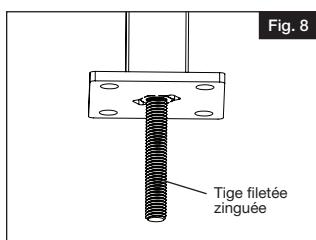

Fig. 8
- Use a $\frac{1}{2}$ " x 13 TPI x 12" zinc threaded rod (sold separately), thread it into the hole on the bottom of the post plates until about $3\frac{1}{2}$ " remain extended out under the post (Fig. 8).
- Utiliser une tige filetée zinguée de $\frac{1}{2}$ po 13 TPI x 12 po (12 mm x 305 mm) - vendue séparément, et enfiler la tige dans le trou situé sous les plaques du poteau jusqu'à ce qu'il reste environ 3- $\frac{1}{2}$ po (88,9 mm) de la tige sous le poteau (Fig. 8).
- Usar una varilla roscada galvanizada de $\frac{1}{2}$ " x 13 TPI x 12" (se vende por separado) y atornillarla en el orificio en la parte inferior de las placas del poste hasta que se extienda aproximadamente $3\frac{1}{2}$ " por debajo del poste (Fig. 8).